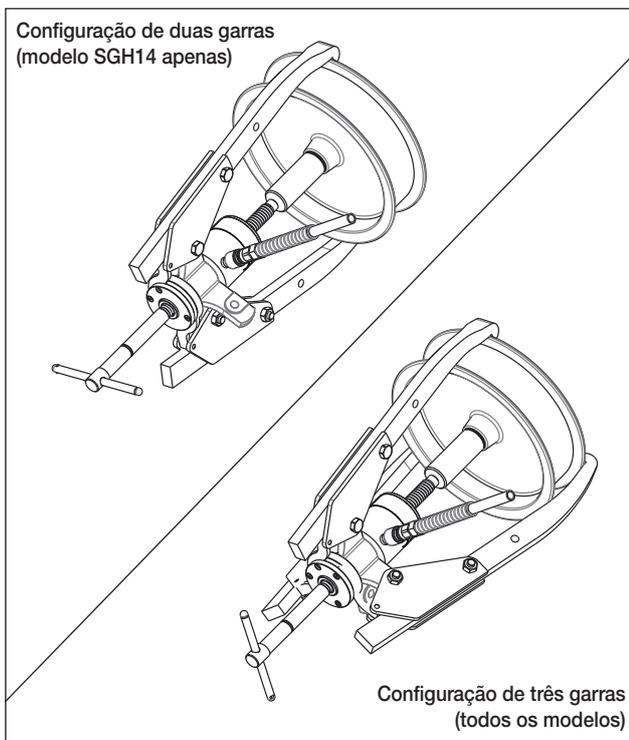

Figura 9, remoção da polia (típica)
- Instale o extrator na polia ou outra peça a ser removida. Ver Figura 9 para exemplos.